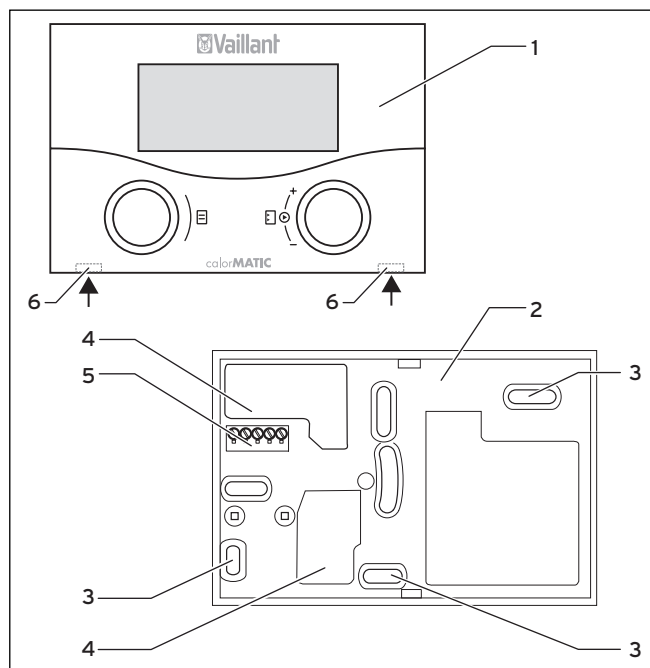

Abb. 4.1 Montage des Reglers
- Führen Sie einen Schraubendreher in die beiden Öffnungen (6) des Wandsattels (2) ein (→ Abb. 4.1, Pfeile).
- Ziehen Sie den Regler (1) vom Wandsattel (2) ab.